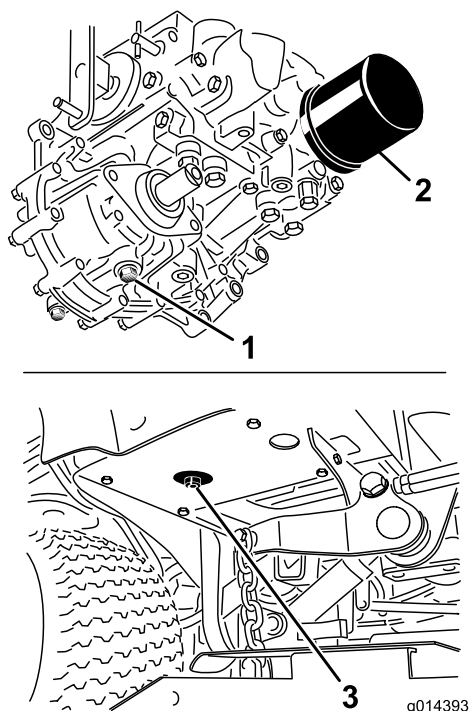

Рисунок 41
3. Поместите под гидравлический бак и корпус трансмиссии большой поддон и удалите пробки; слейте всю гидравлическую жидкость (Рисунок 41).
4. Очистите область вокруг фильтра гидравлического масла и снимите фильтр (Рисунок 41).